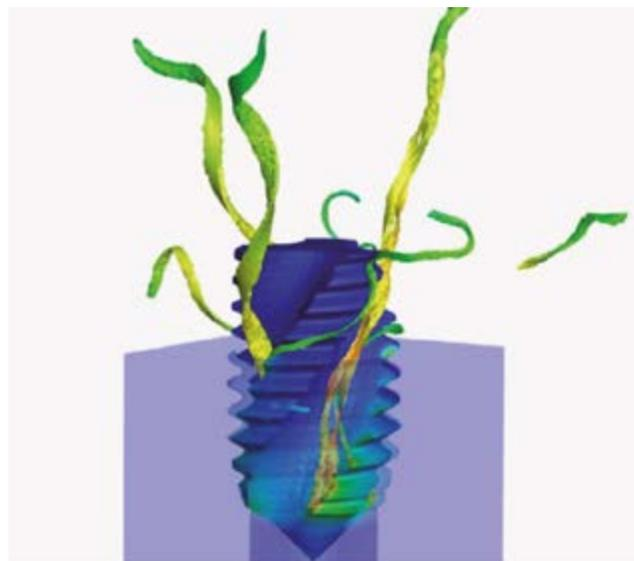

Figura 3.
- **Formazione del truciolo:** La gestione ottimale della formazione del truciolo è essenziale per evitare l'intasamento e garantire un processo produttivo continuo e senza intoppi. Le simulazioni CAE permettono di studiare la dinamica del truciolo, ottimizzando la geometria degli utensili per garantire il miglior flusso di truciolo, riducendo l'usura e aumentando la durata operativa (figura 3).